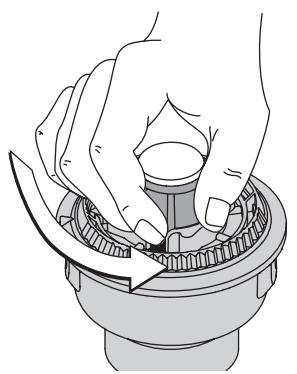

Fig. 25
- Sostenga la bobina exterior y desenrosque la perilla percusiva en sentido antihorario (Fig. 25).